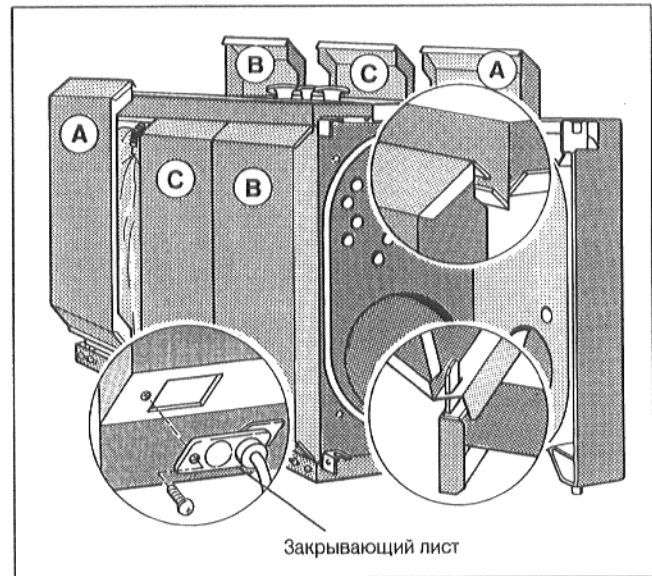

Рис. 12
- Путем поворота пластмассовой втулки или гайки закрепить кабель горелки (Рис. 12).
Закрывающий лист с кабелем горелки навесить на левую или правую боковую стенку и привинтить с помощью винта (Рис. 12).
Указание: Соблюдать буквенную маркировку на боковых стенках (Рис. 12).
У котлов типоразмеров 230 и 310 монтируются только 2 части боковых стенок, монтаж средней части боковых стенок, обозначенной на рисунке буквой "С", не производится (Рис. 12).
- Вставить по 3 части боковых стенок справа и слева внизу шлицами в петли боковых рамных планок и навесить их сверху в отбортовку бокового кожуха котла (Рис. 12).